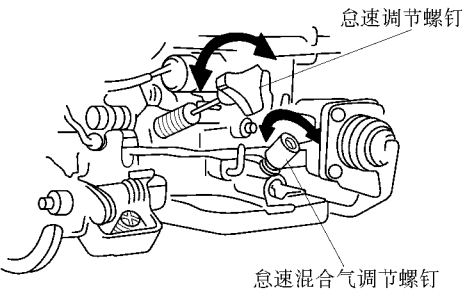

图 2-65 测量排气中的一氧化碳浓度
- ①装上空气滤清器。
- ②冷却液温度达到正常的工作温度。
- ③阻风门全开。
- ④所有附件开关置于关闭位置。
- ⑤连接好所有真空管路。
- ⑥正确地调整好点火正时。
- ⑦将变速器置于空挡位置。
- ⑧燃油液面位置与观察玻璃窗上的位置一致。
①起动发动机，使用一氧化碳测试仪测量排气中的一氧化碳浓度，转动怠速和怠速混合气调节螺钉，如图 2-65 所示。使怠速时的一氧化碳浓度达到规定的浓度值。